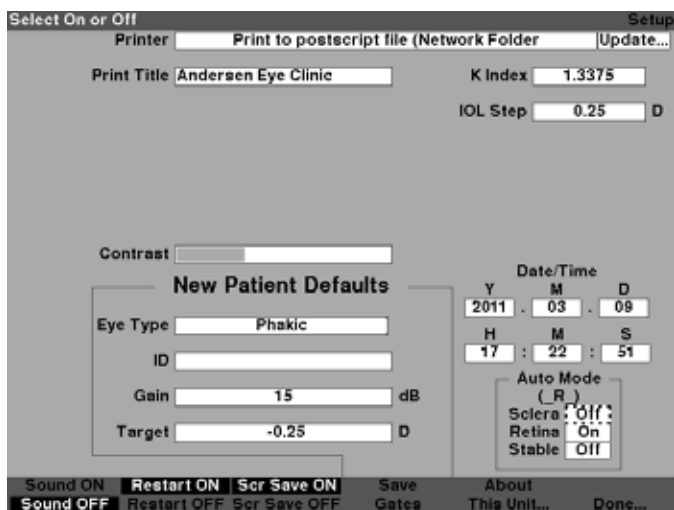

Figura 5-69 Campo de Esclera do Modo automático ativado
2. Pressione o botão giratório ou o botão \surd para ativar o campo, indicado pela borda tracejada conforme mostrado na Figura 5-69.